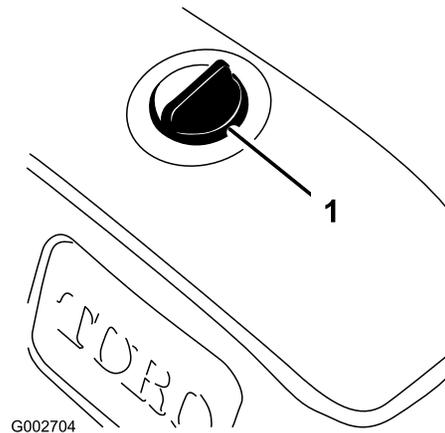

Figura 16
2. Limpie la zona alrededor del tapón del depósito de aceite hidráulico para evitar que entre suciedad en el depósito (Figura 16).